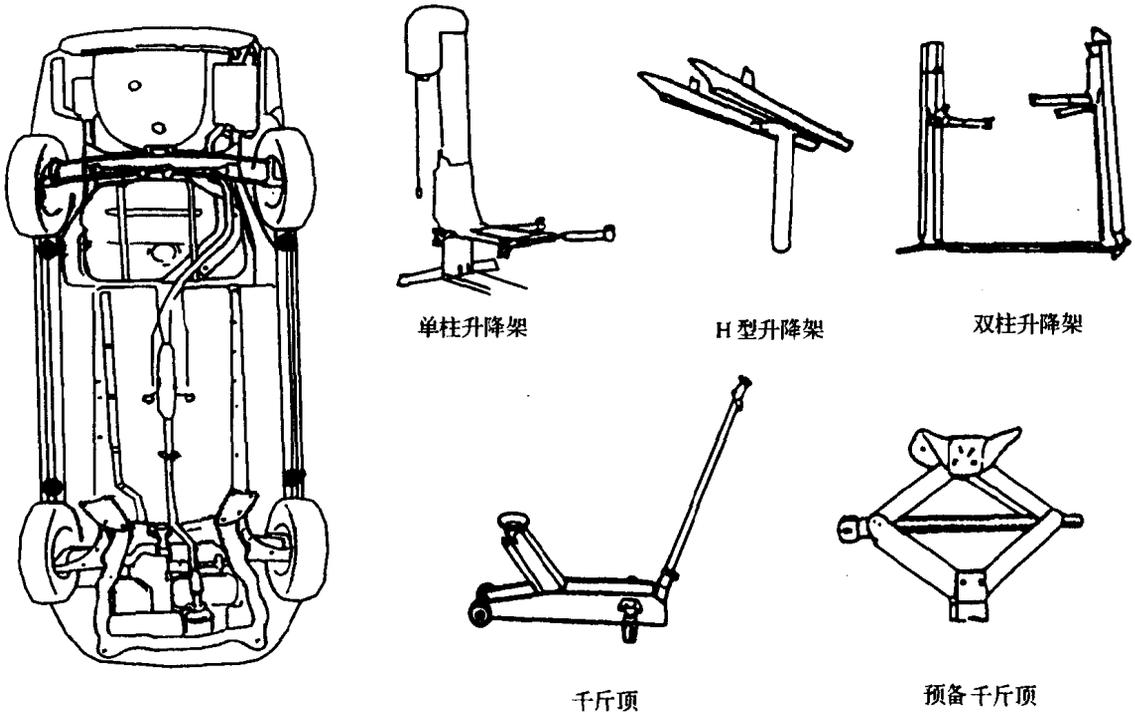

图 1-4 车辆的支撑
- ① 固定车轮。
- ② 把千斤顶放在正确位置上。
- ③ 使用安全支架支撑车辆(千斤顶支架),参考车辆的支撑进行操作,如图 1-4 所示。
- ④ 发动机室没有工具或作业者时,启动发动机。